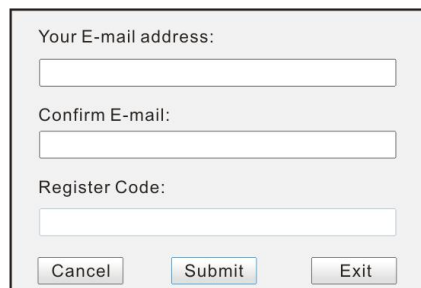

Figura 7-2
4. Dopo aver inserito il numero di serie, fare clic su [Aggiornamento dispositivo] e inserire le seguenti informazioni. Fare clic su [Invia] (Figura 7-2).